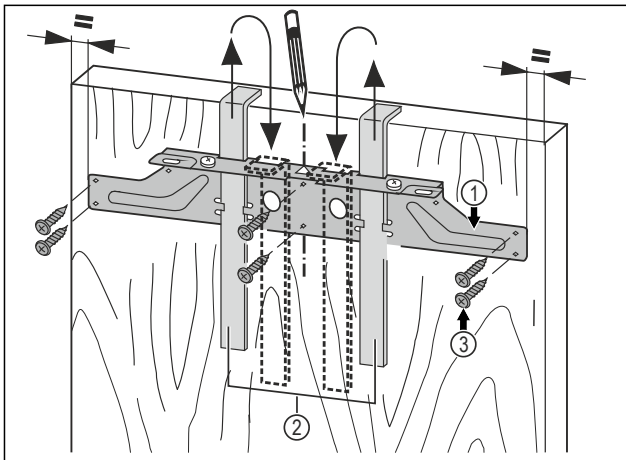

Fig. 21
- Befestigungstraverse Fig. 21 (1) mit den Montagehilfen Fig. 21 (2) auf die Innenseite der Möbeltür hängen.
- Befestigungstraverse Fig. 21 (1) mittig auf der Tür ausrichten.
- Die Befestigungstraverse Fig. 21 (1) mit mindestens 6 Schrauben Fig. 21 (3) festschrauben.
- Befestigungstraverse Fig. 21 (1) mit 4 Schrauben Fig. 21 (3) am Rand festschrauben.
- Montagehilfen Fig. 21 (2) nach oben herausziehen und in die danebenliegenden Aufnahmeöffnungen gedreht einschieben.